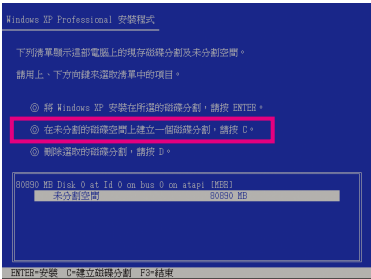
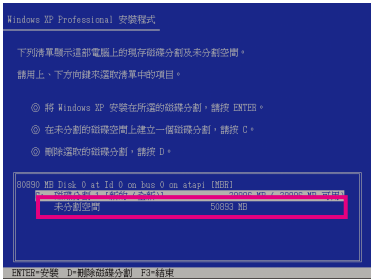

图1
图2
- 2. 规划分割硬盘时(图1)，需保留一个未分割(未配置)空间供Xpress Recovery2使用，建议该空间至少为10 GB以上，实际情况则视系统实际数据量大小而定。(图2)